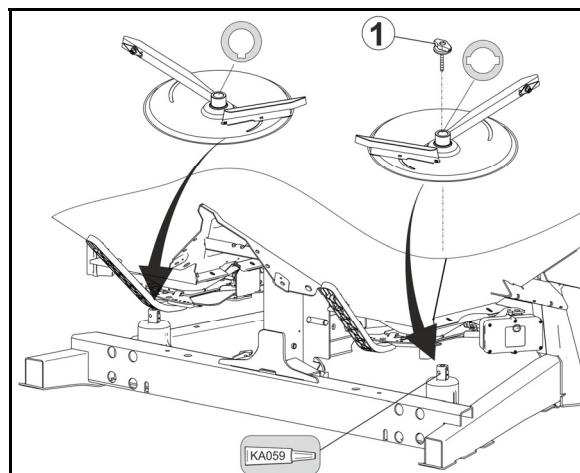

Рис. 60
1. Открутите барашковую гайку (Рис. 60/1).